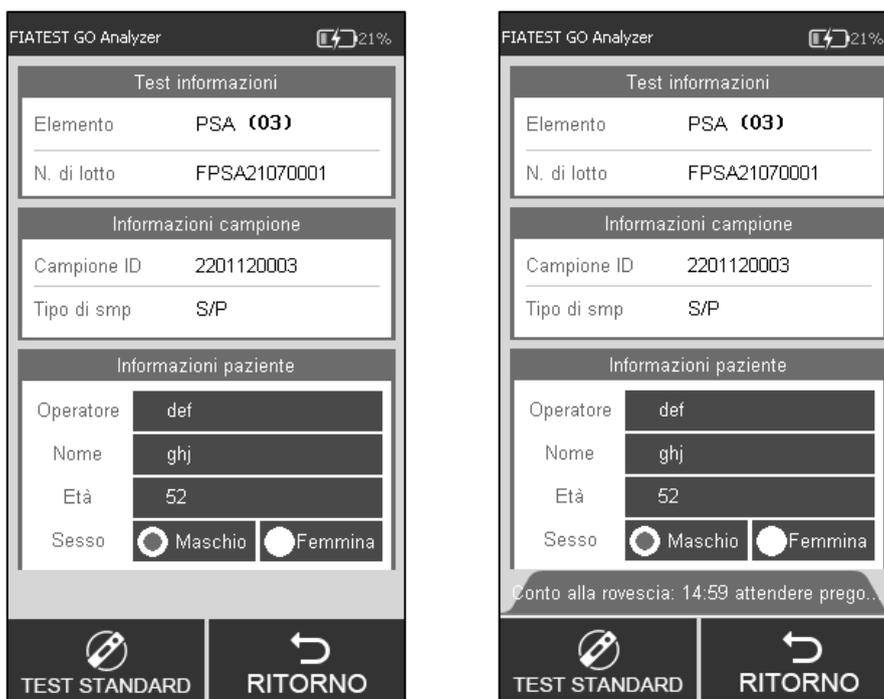

Fig 35
Passo 7: Inserire la cassetta del test nello slot immediatamente dopo l'aggiunta del campione (e l'aggiunta del buffer, se necessario) cliccare su " **TEST STANDARD** ". L'analizzatore inizierà il conto alla rovescia per l'incubazione. Attendere il tempo di incubazione predeterminato per ciascun test (Rif Fig 35).